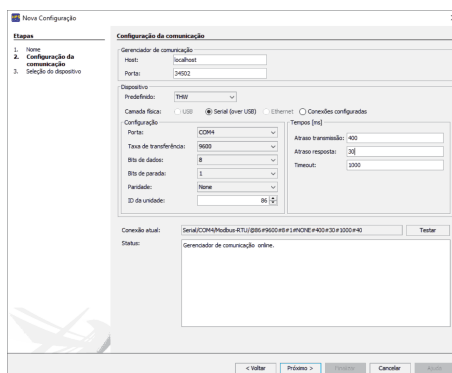

Figura 6.6: Configuração dos parâmetros de comunicação
- Preencha os Campos “Nome da configuração”, “Nome do recurso”, defina o local onde as informações serão salvas e siga para a próxima etapa, conforme mostra a Figura 6.6.